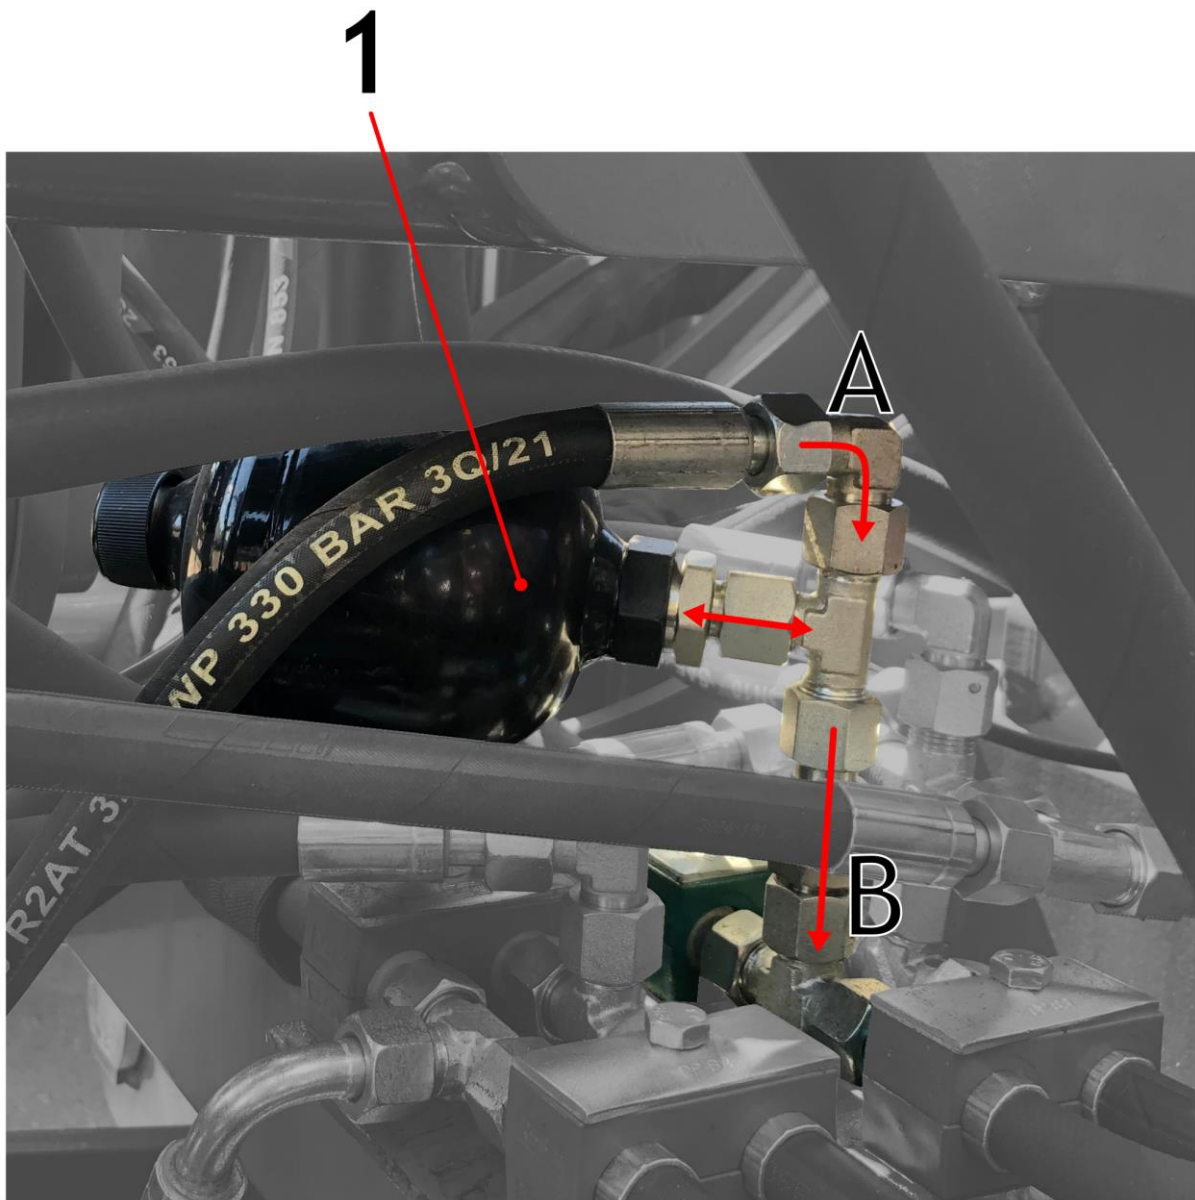

Figure 1 Accumulateur hydraulique - monté sur l'unité (1 - accumulateur hydraulique)
- Accumulateur hydraulique ALAC-WA 0,5 l (fig. 1, pos. 1)